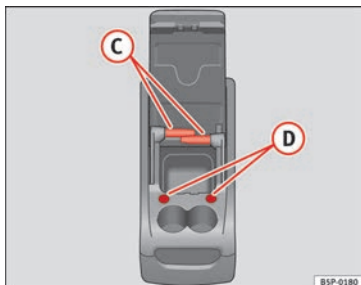

Bild 92 Mobilt förvaringsutrymme. Funktioner.
För att använda bordet (C) » bild 92 måste det tas ut från sitt fack på sidan av det mobila förvaringsutrymmet och passas in i plats (D) » bild 92 på den främre delen av det mobila förvaringsutrymmet.